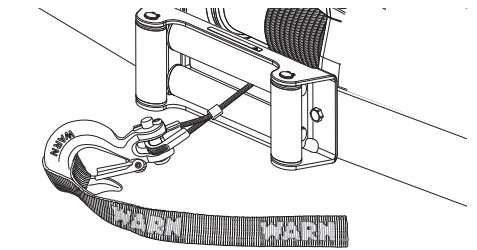

Figure 8
11. Attacher le crochet et la sangle de crochet à la boucle du câble du treuil et embrayer de nouveau. Figure 8.